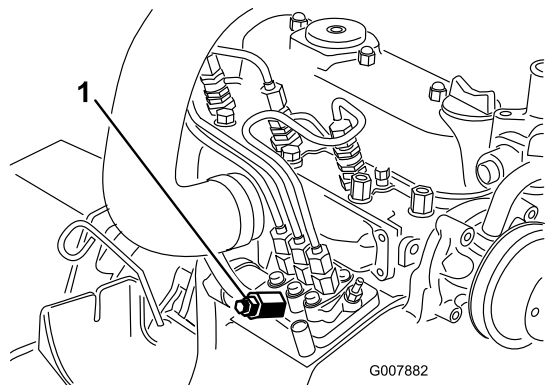

Рисунок 43
3. Поместите ветошь под продувочный винт насоса впрыска топлива и откройте его (Рисунок 43).